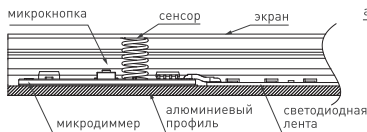
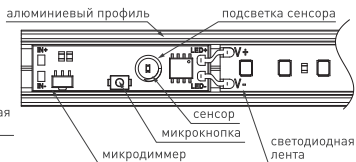

Рисунок 2. Микродиммер, установленный в профиль.
Рисунок 3. Микродиммер, установленный в профиль.
- 3.3. Установите микродиммер в профиль, приклеив его на двусторонний скотч таким образом, чтобы надетый на профиль экран поджимал сенсор (пружину) микродиммера. Если уровень сенсора не прижимается к внутренней части экрана, используйте прокладку необходимой высоты (см. Рис. 2 и Рис. 3). При этом расстояние от платы микродиммера до нижней части экрана должно быть в пределах от 5 до 10 мм и толщина экрана (рассеивателя) не должна превышать 3 мм.